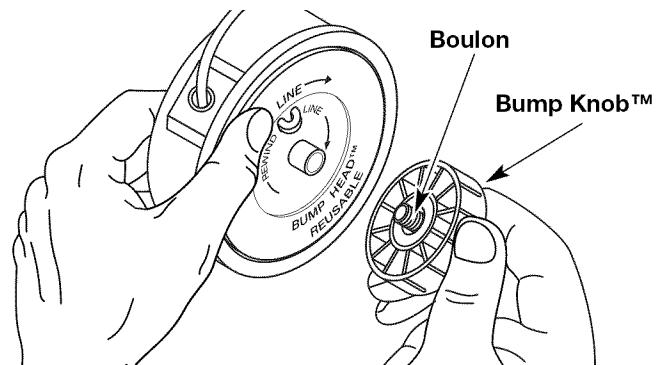

Fig. 15
1. Tenez la bobine extérieure d'une main et dévissez le bouton de butée vers la gauche (Fig. 15). Inspectez le bouton à l'intérieur du bouton de butée pour vous assurer qu'il se déplace librement. Remplacez le bouton de butée s'il est endommagé.
1. Tenez la bobine extérieure d'une main et dévissez le bouton de butée vers la gauche (Fig. 15). Inspectez le boulon à l'intérieur du bouton de butée pour vous assurer qu'il se déplace librement. Remplacez le bouton de butée s'il est endommagé.